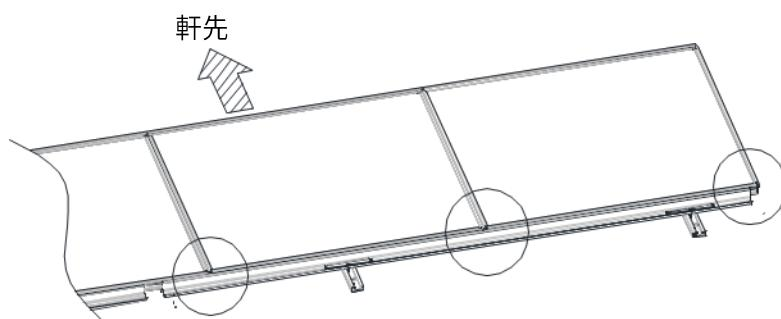

図3-8. YSIII工法 モジュール固定手順
※複数列にまたがる横桟を施工する場合は、モジュール端部（図3-8の○指示部）付近で、②の作業を行ってください。隣り合うモジュール同士の高さが合っている状態で横桟の爪をはめ込んでください。